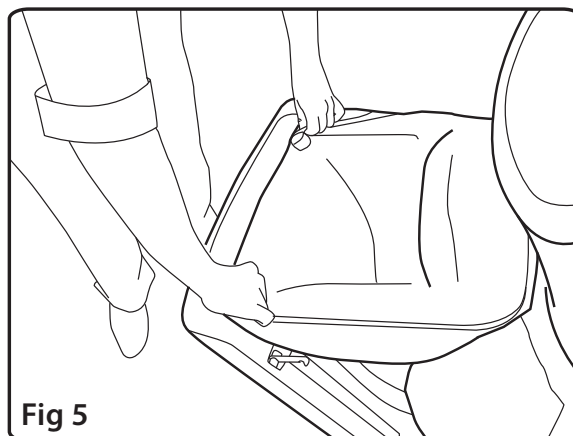

Fig 5
2. Levantando la banda de acero para bolsas ligeramente, enganche el resto del saco sobre los dos agarres de goma localizados en ambas esquinas de la papelera y vuelva a colocar la banda para ajustar la bolsa. Fig 5.